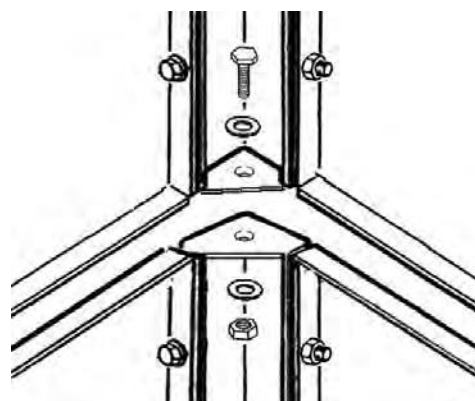

Fig. 4
b) Monter la machine sur la base (Fig. 4)